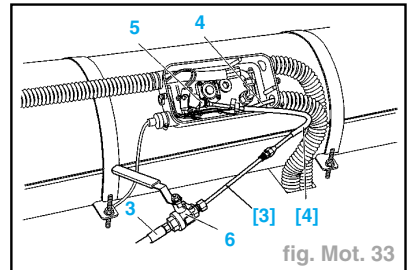

fig. Mot. 33
- Désaccoupler le tube (4) du raccord (5) (fig. Mot. 33).
- Ouvrir légèrement la vanne (6) (fig. Mot. 33).